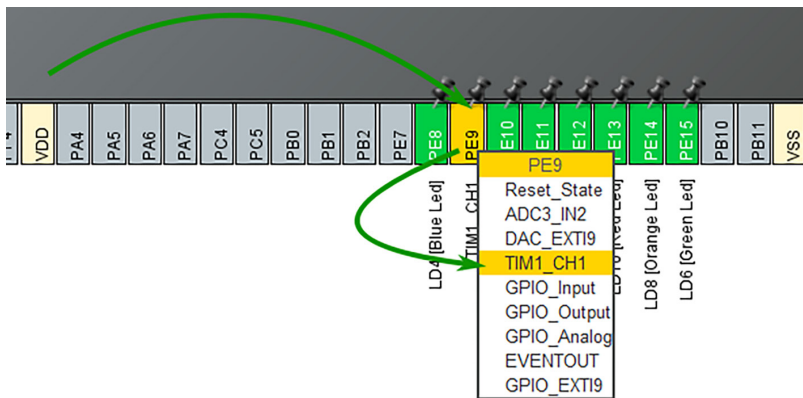

Рис. 6.6. Активация ШИМ пина первого таймера
2. Переключите пин PE9 (первый красный светодиод) в режим TIM1_CH1 (рис. 6.6).